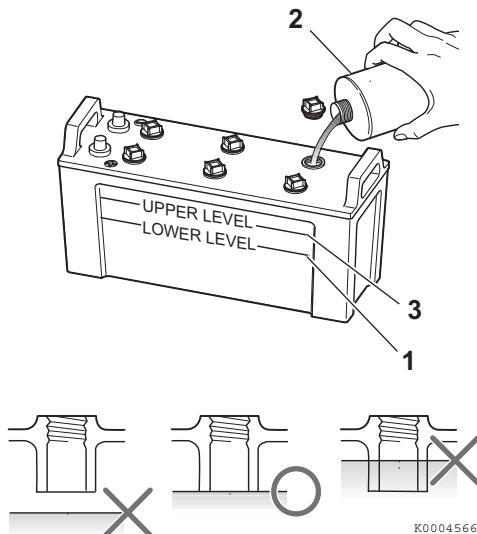

Figure 9
4. Si le niveau est inférieur au niveau minimum de remplissage (Figure 9, (1)), remplissez avec de l'eau distillée (Figure 9, (2)) (disponible dans les épiceries) jusqu'à la limite supérieure (Figure 9, (3)) de la batterie.